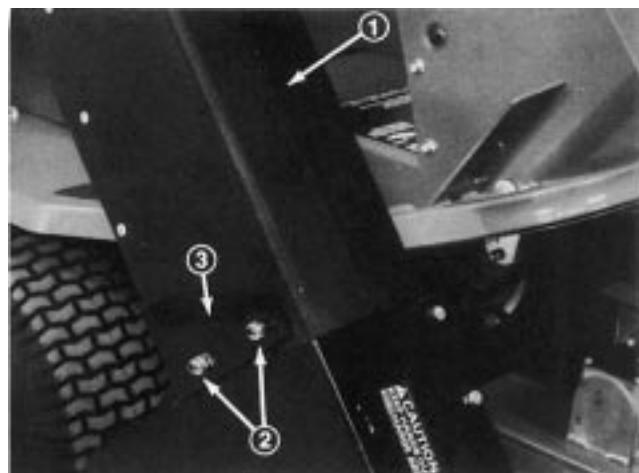

Abbildung 19
2. Die Auswurfvorrichtung über die Lüfteröffnung und in die Montagebolzen schieben (Abb. 19).
3. Die Trichterhaube absenken und die Auswurfvorrichtung auf die Haubenschnauze ausrichten. Die Auswurfvorrichtung mit Sicherungsmuttern und Haltebügeln befestigen. Das breite Ende der Haltebügel muß nach hinten zeigen (Abb. 19).